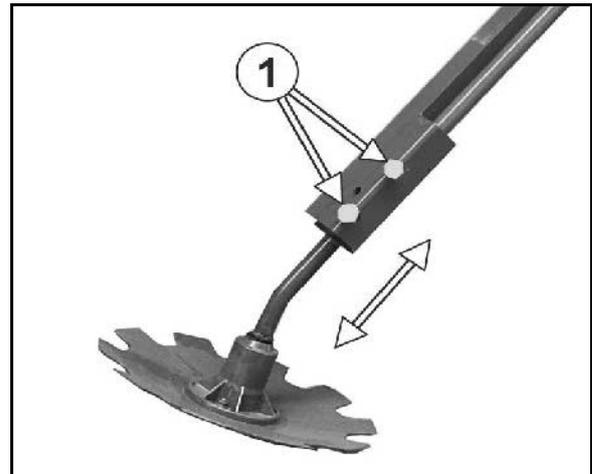

Fig. 101
1. Dévissez les deux vis (Fig. 101/1)